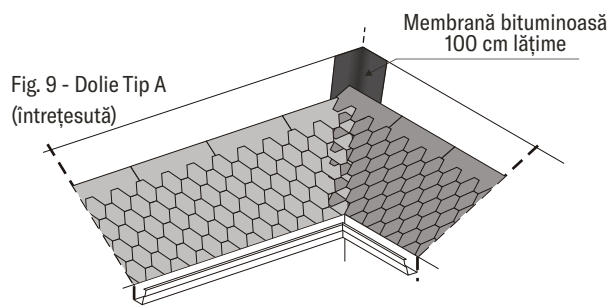

Fig. 9 - Dolie Tip A (întreșută)
- Dolie tip A (întreșută) - rândurile de plăci se montează concomitent pe două falde alăturate. Acestea se suprapun unele peste altele în albia doliei urcând pe falda opusă astfel încât colțul de sus al ultimei foi de șindrilă bituminoasă să fie la 25 cm de axul doliei (fig. 9). Se va evita baterea cuielor la o distanță mai mică de 40 cm de o parte și de alta a liniei doliei;